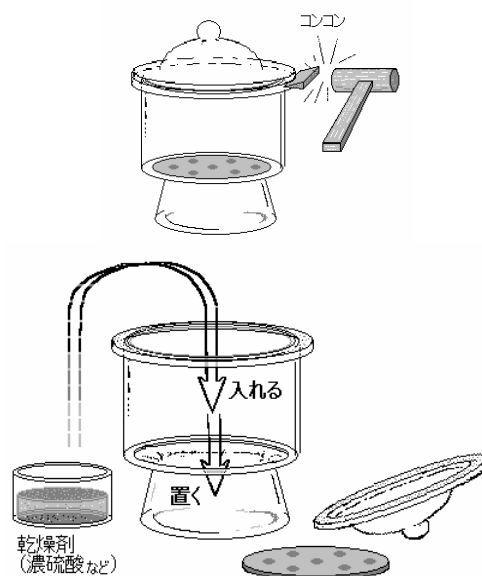

図 36 デシケーターの取扱い方
- (イ) フタが取れない場合は、木の壁などに当てて座りながら足でフタをずらすか、当て木をして木づちでたたいて取る。(図 36)
- (ウ) 乾燥剤として濃硫酸などを用いる際は、別の小容器に入れておくと取り換える際に安全である。(図 36)